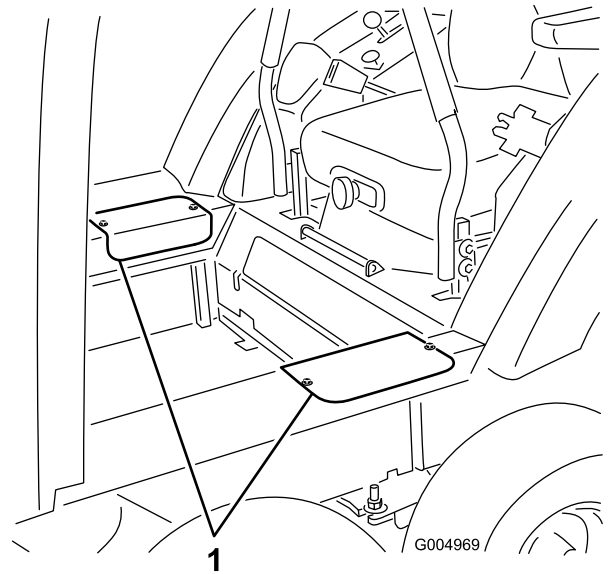

Figure 57
23. Reposez les couvercles d'accès latéraux au moyen des vis retirées précédemment (Figure 57).